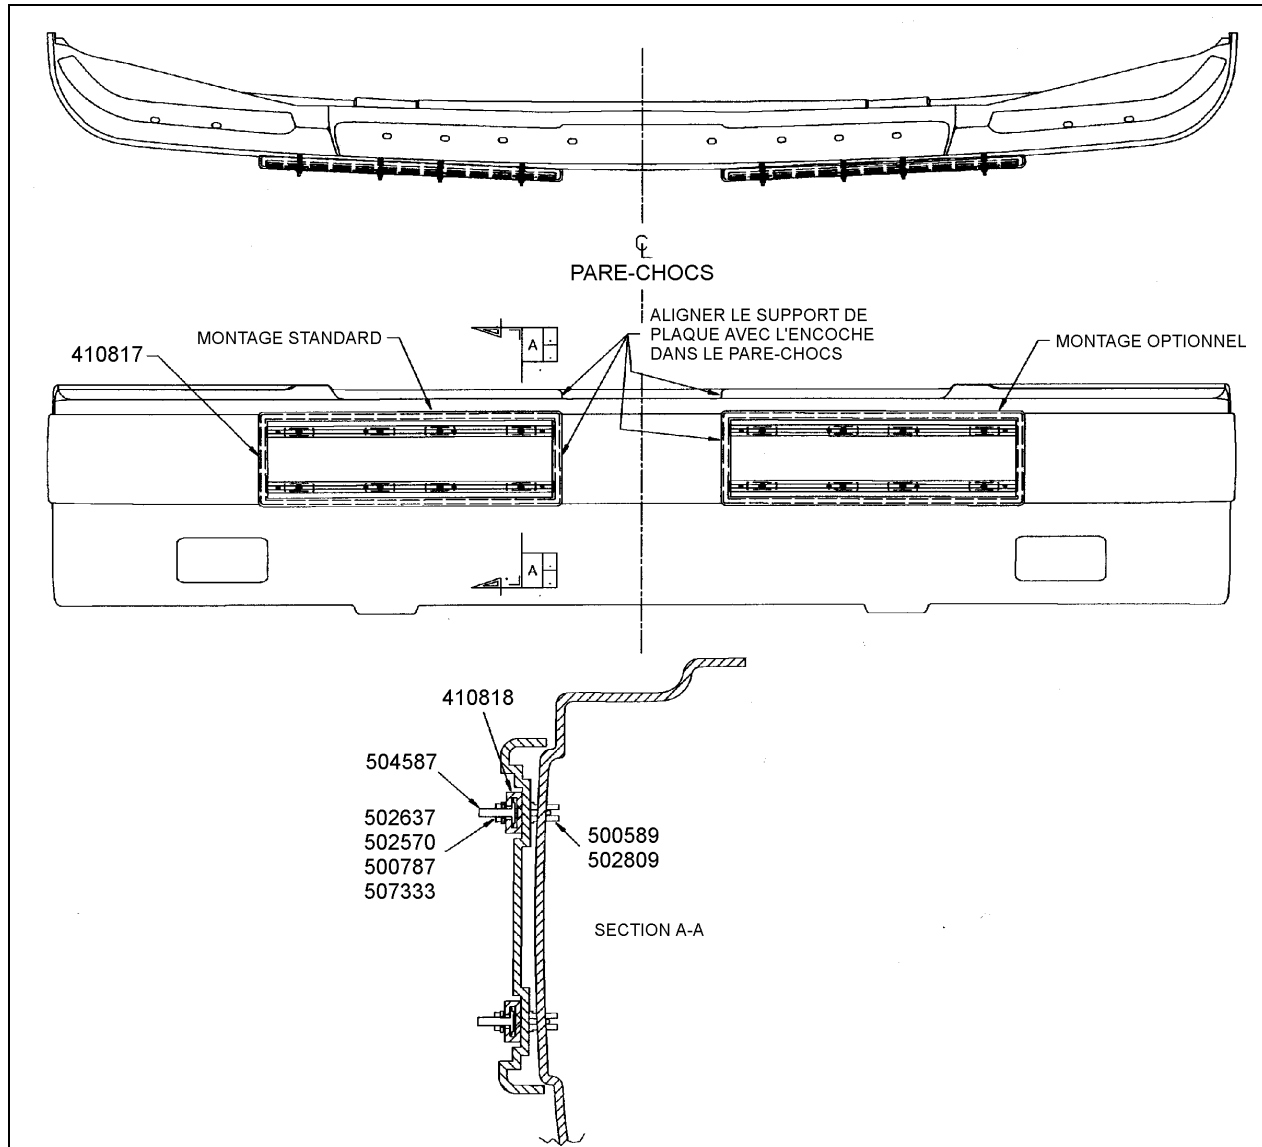

FIGURE 1 : INSTALLATION D'UN SUPPORT DE PLAQUES D'IMMATRICULATION SUR LE PARE-CHOCS AVANT
1. Se référer à la figure 1 pour choisir un emplacement pour le support de plaque d'immatriculation;
3. Se référer à la figure 1 pour l'assemblage des pièces;